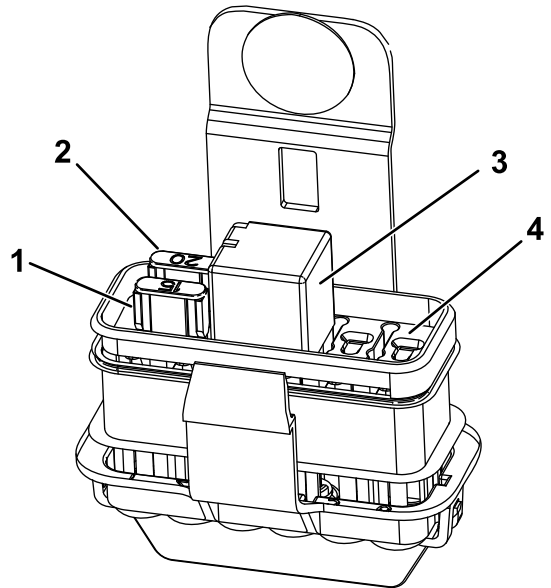

**Figura 57**
3. Cuando la batería esté completamente cargada, desconecte el cargador de la toma de electricidad, luego desconecte los cables del cargador de los bornes de la batería (Figura 57).